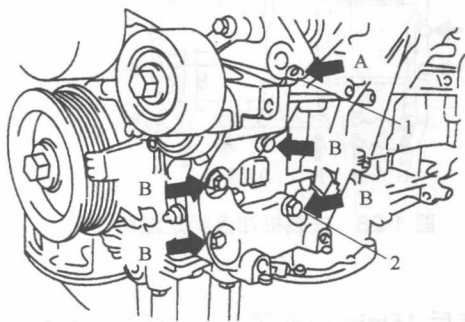

图 1-26 安装多槽带张紧器螺栓
(17) 安装水泵传动带轮。
(18) 安装多槽带张紧器总成。
① 临时用 5 个螺栓安装多槽带张紧器。
② 按如图 1-26 所示拧紧螺栓 1 和螺栓 2，安装多槽带张紧器，拧紧力矩为 $43\text{N} \cdot \text{m}$ 。